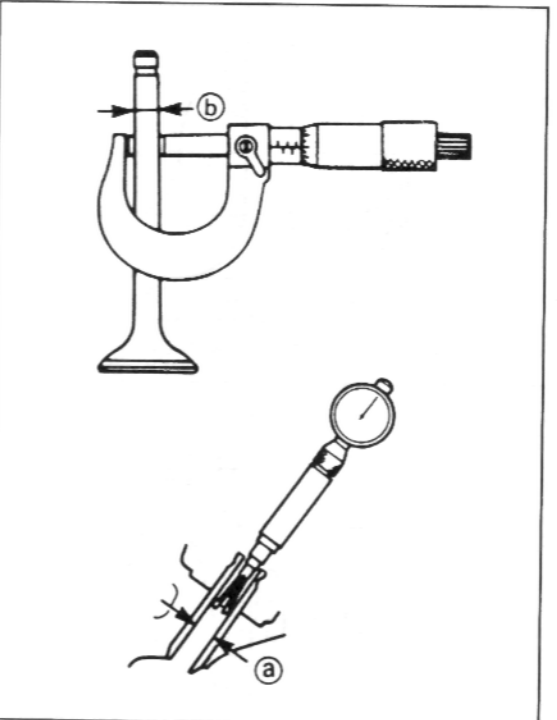

Bild 130
-  Durchmesser der Ventilschäfte und Ventilfehrungen messen, siehe Bild 130. Spiel Sollwert Einlass: 0,010 bis 0,037 mm; Sollwert Auslass: 0,025 bis 0,052 mm.